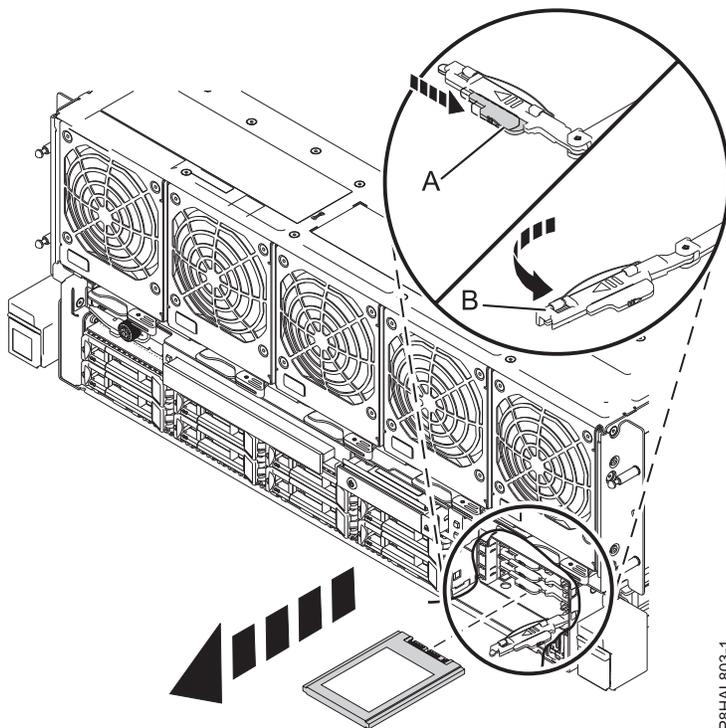

Abbildung 33. Solid-State-Laufwerk aus einem System vom Typ 8408-44E oder 8408-E8E ausbauen
9. Wenn die Kennzeichnungs-LED leuchtet, ohne zu blinken, entriegeln Sie den Griff des Laufwerks (B), indem Sie die Verriegelung (A) in die gezeigte Richtung schieben und den Griff des Laufwerks (B) zu sich hin nach außen ziehen. Siehe Abb. 33. Wird der Griff nicht ganz nach außen gezogen, lässt sich das Solid-State-Laufwerk nicht aus dem System schieben.